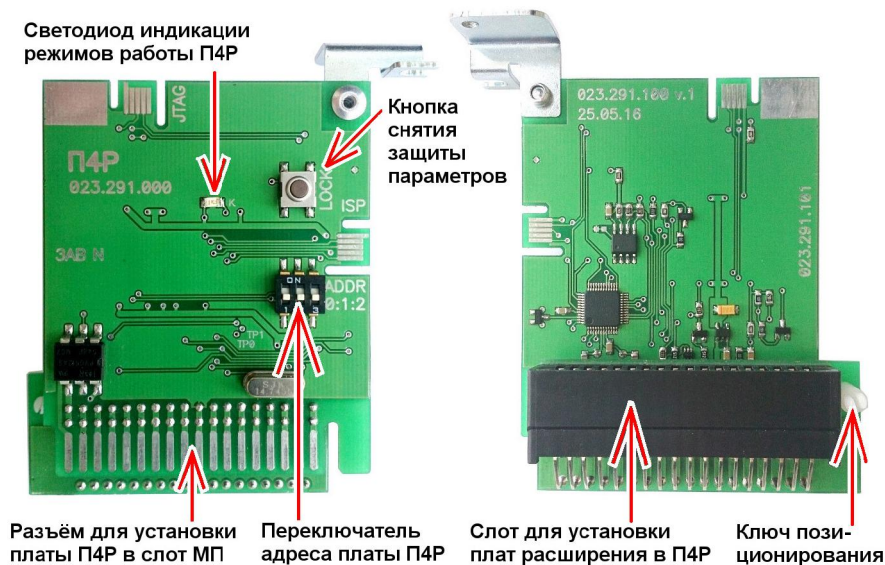

Рисунок 13.1 Внешний вид платы П4Р
- движки переключателя адреса на плате П4Р установите согласно номеру выбранного для её установки слота материнской платы, предпочтительно слота 2 (см. Рисунок 13.1, Рисунок 13.3 и Рисунок 13.4);